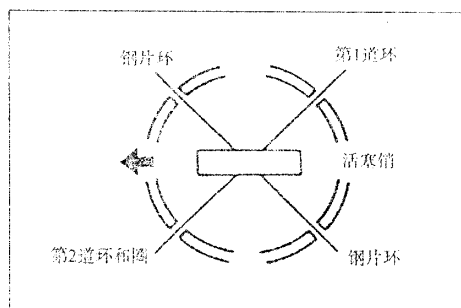

图 3-51
(4) 活塞和连杆总成的安装
- 如图 3-51 所示, 对准气环和油环(钢片环和隔圈)的开口间隙。